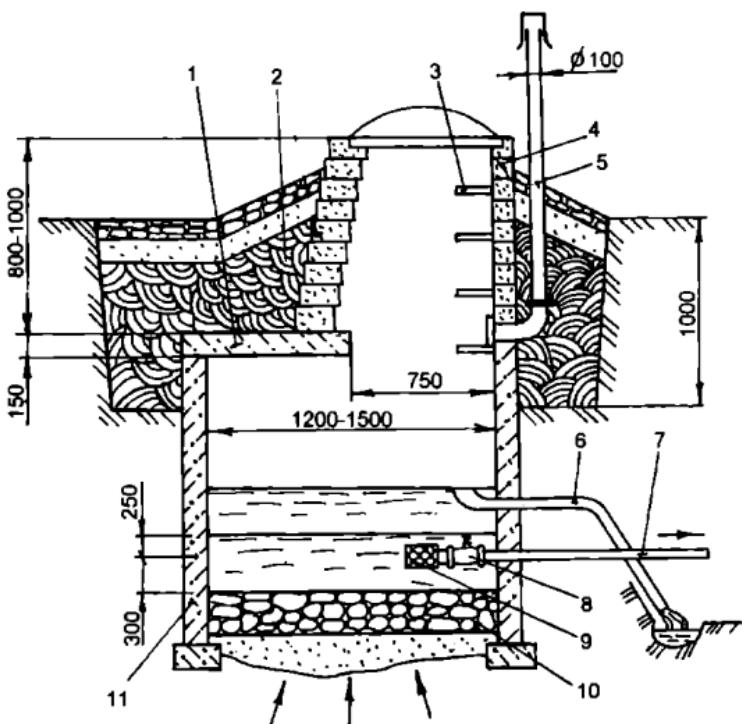

Рис. 14. Ключевой колодец из восходящего родника:
1. *Восходящий ключевой колодец* представлен на рис. 14. Рекомендуется следу-